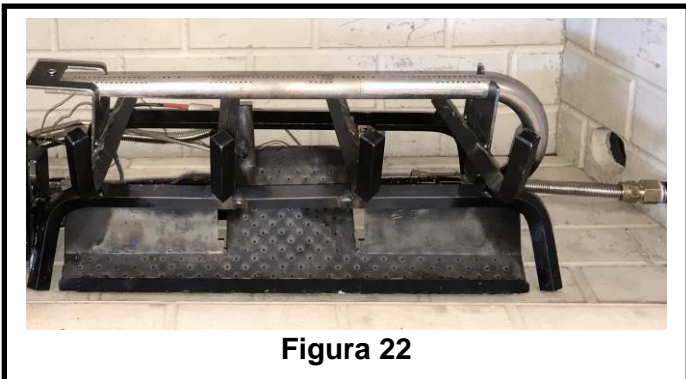

Figura 22
7. Collegare il connettore flessibile all'adattatore come mostrato nella Figura 22. Stringere saldamente. SE LA LINEA FLESSIBILE NON È ABBASTANZA LUNGA, È POSSIBILE ACQUISTARE LINEE FLESSIBILI PIÙ LUNGHE PRESSO IL NEGOZIO DI HARDWARE LOCALE.